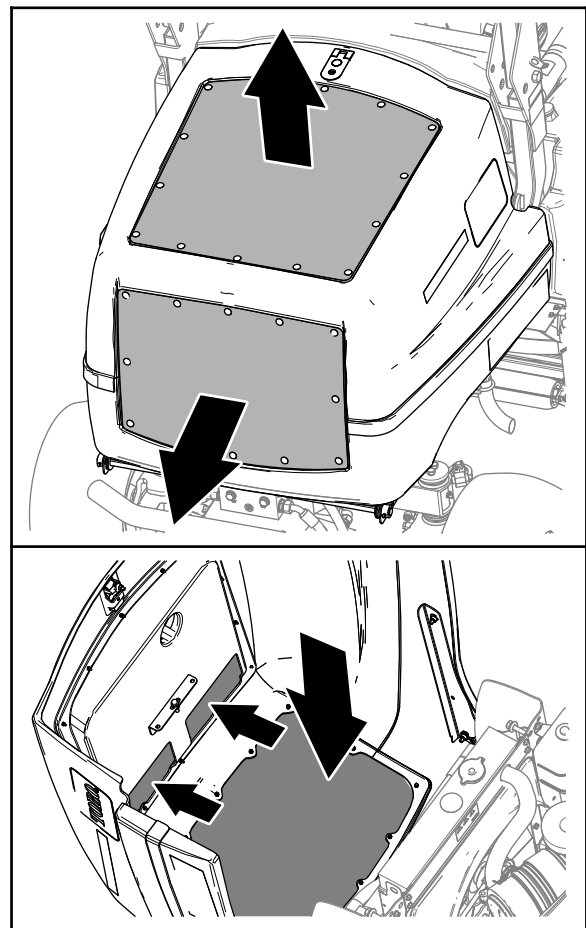

Figura 79
2. Limpie el exterior de las rejillas en el capó (Figura 79).
3. Desenganche y abra el capó (Figura 79).
4. Limpie el interior de las rejillas del capó con aire comprimido (Figura 79).